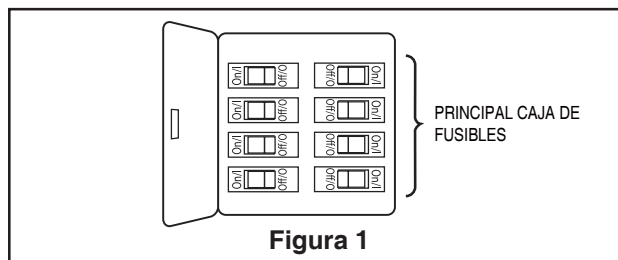

Figura 1
Caja de perfil bajo (Figura 1)
1. Extraiga la pieza de la bola colgante de la unidad de la bola colgante / varilla aflojando el tornillo de presión de la bola colgante hasta que la bola se libere de la varilla. Retire el pasador del barral y luego extraiga la semiesfera. Conserve el pasador y la semiesfera para su reinstalación en el Paso 6 (Figura 1).
Para evitar una posible descarga eléctrica, asegúrese de cortar la alimentación eléctrica de la caja de fusibles principal antes de colgar el ventilador. (Figura 1)
Para evitar posibles descargas eléctricas, asegúrese de que la electricidad esté desconectada en la caja de fusibles principal antes de realizar la instalación eléctrica. (Figura 1)
1. Retire uno de los dos tornillos de reborde de la abrazadera para colgar. Afloje el segundo tornillo de reborde sin retirarlo del todo. Ensamble la base girando el chavetero de la base sobre el tornillo de reborde de la abrazadera para colgar. Ajuste el tornillo de reborde. Ensamble por completo el segundo tornillo de reborde que antes había retirado y ajústelo. (Figura. 1)
1. Coloque el aspa sobre el soporte de aspas con los pilotes roscados a la vista. Asegúrese de que la parte inferior del aspa se encuentre bien apoyada sobre el soporte. Con un destornillador Phillips, fije los tornillos con cabeza de arandela de 3/16"-24 para asegurar la placa en el brazo de sujeción de las palas. (Figura 1)
El uso de un regulador de la intensidad completa (no incluido) para controlar la velocidad del ventilador dañará el dispositivo. Para reducir el riesgo de incendio o descarga eléctrica, no utilice dicho regulador para controlar la velocidad del ventilador. (Figura 1)